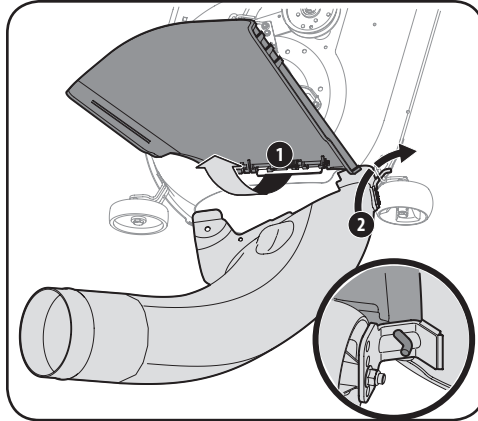

Figura 4-17
- Con el canal de descarga del tractor elevado y abierto (1), instale el codo del canal colocando la varilla de montaje del codo del canal en el orificio suministrado en la ménsula de las ruedas de la plataforma o la lengüeta de montaje del canal (2), como se ve en la Figura 4-17.